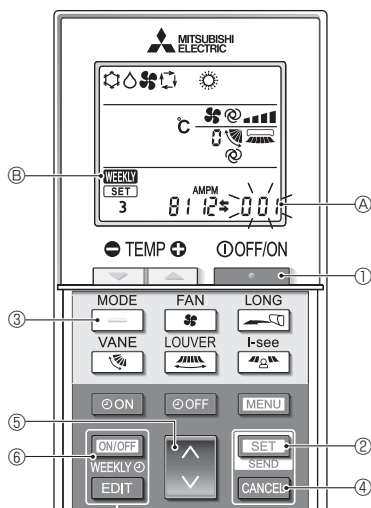

Fig. 4-12
4.12.8. Отключение автоматического режима (Fig. 4-12)
1. Нажмите кнопку **FUNCTION** ①, чтобы остановить работу кондиционера воздуха.
- Если недельный таймер активирован, нажмите кнопку **ON/OFF WEEKLY** ⑥ для отключения таймера (**WEEKLY** ⑥ исчезнет.)
2. Нажмите и удерживайте в течение 5 секунд кнопку **SET** ③.
- Прибор войдет в режим настройки функции. (Будет мигать групповой номер настройки модели ④.)
3. Нажмите кнопку **UP** ④.
4. Завершение настроек (Fig. 4-12)